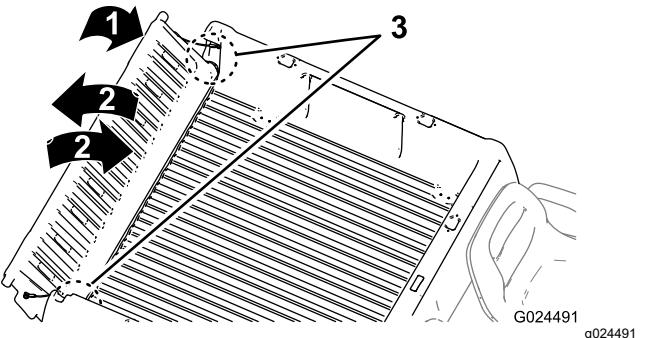

Figure 16
2. Faites pivoter le hayon à environ 45° (Figure 16).
3. Faites pivoter le hayon d'avant en arrière en l'agitant légèrement quelques secondes (Figure 16).